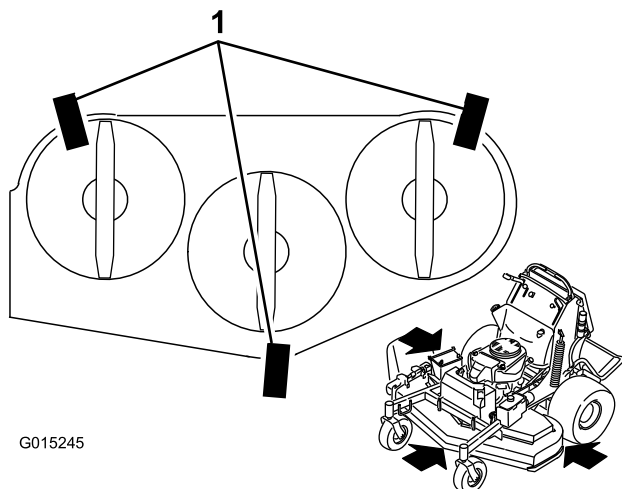

Figure 86
1. Placez 3 cales de 2x4 sous le plateau de coupe, comme montré à la Figure 86.